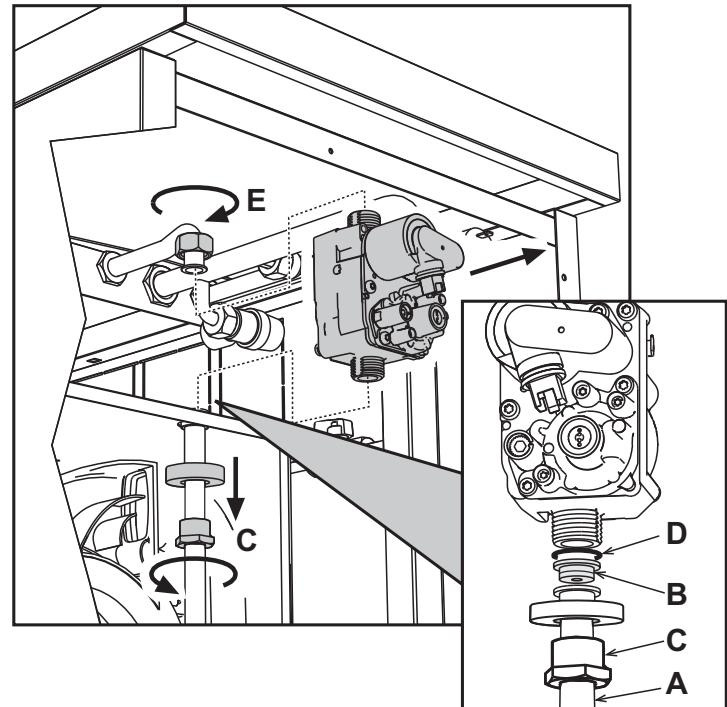

fig. 23
- Desenrosque las tuercas C y E y quite la válvula del gas (fig. 23).
- Reemplace el inyector B del tubo del gas por el que se incluye en el kit de transformación, interponiendo la junta D (fig. 23).